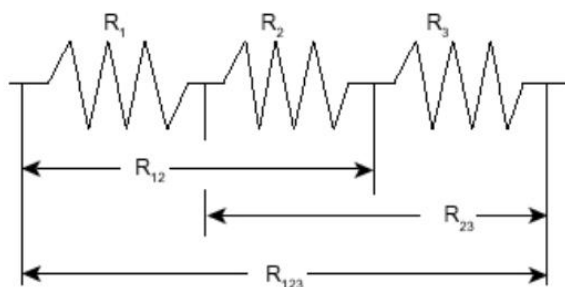

Figura 5. Circuito resistencias en serie.
4. Conecte las tres resistencias en serie como se muestra en la **Figura 5**. Mida los valores R_{12} , R_{23} y R_{123} conectando las puntas del multímetro en los extremos de las flechas indicadas en el diagrama de la **Figura 5**. Registre estos valores en la **Tabla 2**